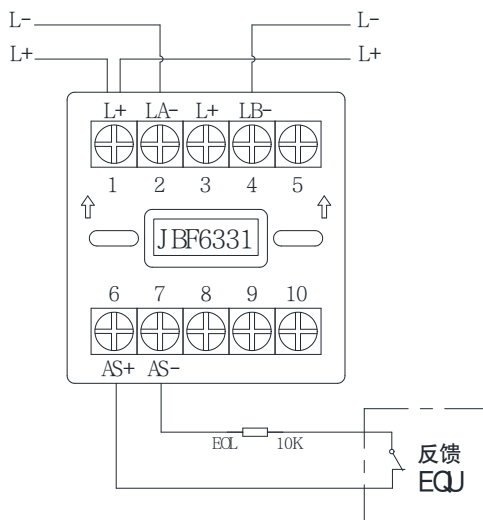

图 4 接线方式：监视无源断开应答的现场设备
- 监视无源断开应答的现场设备时：AS+（端子6）、AS-（端子7）接应答（无源触点），连接在AS+和AS-上的监视设备的动开端必须串联 10K Ω 终端电阻。接线示意图如图 4。